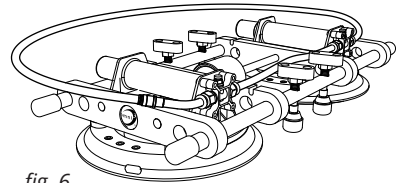

fig. 6
1. Connecter le tube en boucle fermée. (voir fig. 6)